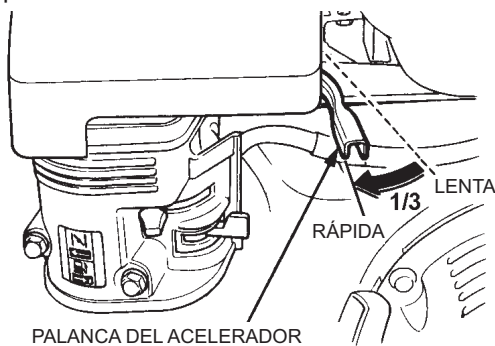

Figura 9. Palanca del acelerador (posición 1/3 de arranque)
2. Aleje la palanca del acelerador (vea la Figura 9) de la posición lenta, aproximadamente 1/3 hacia la posición rápida.